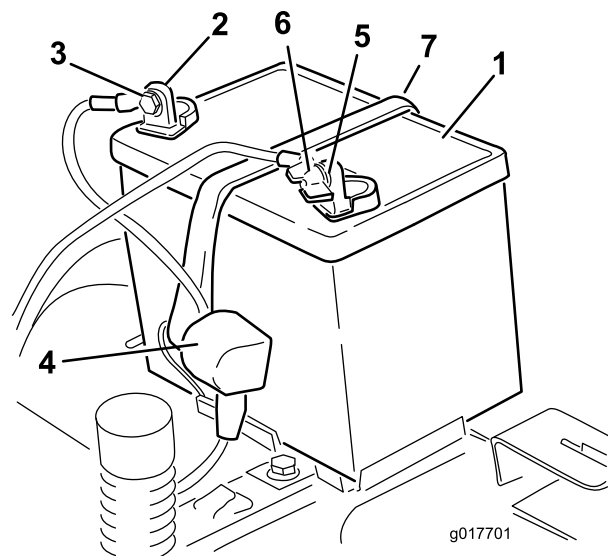

Figura 37
4. Desconecte el cable negativo de tierra (negro) del borne de la batería (Figura 37). Guarde todos los herrajes.
- Coloque la batería en la bandeja (Figura 37).
- Fije la batería con la correa de sujeción (Figura 37).